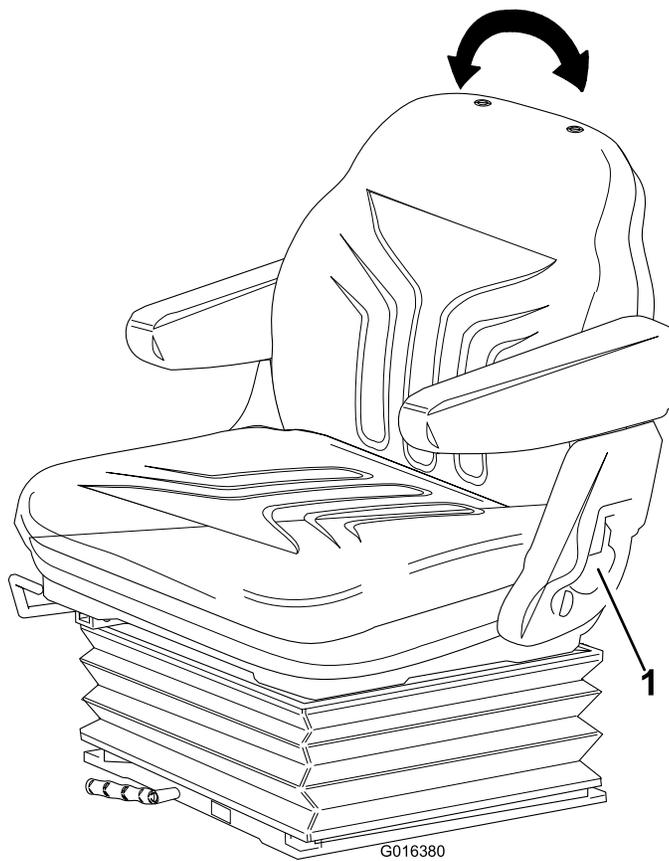

Figure 14
- **Réglage du dossier :** Tirez la poignée vers l'extérieur pour régler l'angle du dossier de siège. Relâchez la poignée pour bloquer le dossier en position (Figure 14).